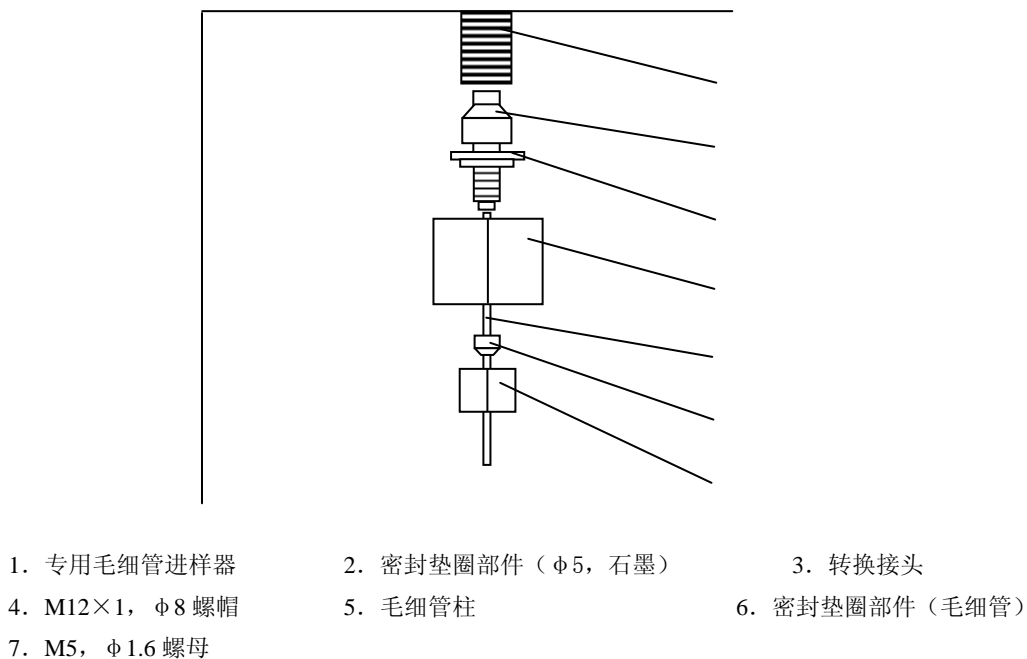

图 5-5 专用毛细管柱进样器连接示意图
1) 将  $\phi 5$  石墨垫圈 (部件号 GC0041) 套入转换接头的上部， $\phi 8$  螺帽套入转换接头的底部，再推入毛细管柱进样器的出口处，先用手把  $\phi 8$  螺帽与进样器出口旋紧，然后再用 17 号扳手拧紧及密封。(参见图 5-5)
- 1) 将附件中毛细管柱安装架（部件号 GC0061）两端插挂在柱箱内部上端的腰圆形孔洞内（柱箱内部上端前后共有 2 组 4 个腰圆形孔洞，用户视方便可任选一组 2 个腰圆形孔洞插挂毛细管柱安装架），见图 5-5。然后把缠绕着毛细管柱的框架，悬挂在毛细管柱安装架上。
- 3) 把其中一头推入毛细管进样口，毛细管柱头必须伸过分流点。持住这个位置，然后用扳手将螺帽旋紧。（注意：拧得过紧可能使毛细管柱破碎）。参见图 5-4、图 5-5。